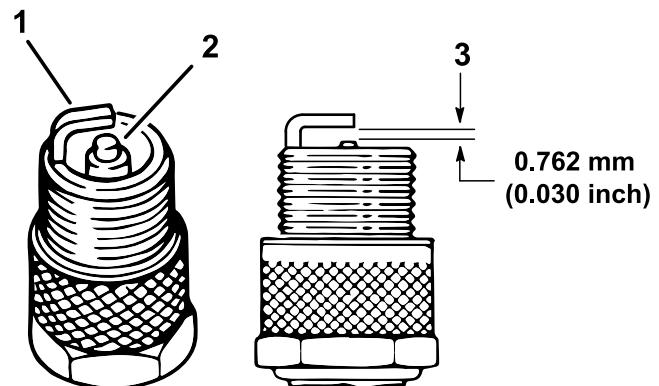

Figura 29
1. Mire la parte central de las bujías (Figura 29).
3. Compruebe la separación entre los electrodos central y lateral (Figura 29).
**Nota:** Si la distancia no es correcta, doble el electrodo lateral (Figura 29).
3. Instale el cable de la bujía (Figura 29).